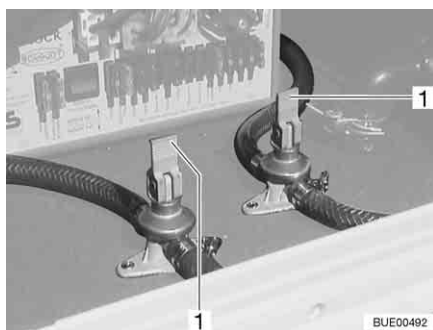

Fig. 179 Robinet de vidange
- Fermer les robinets de vidange. Placer le levier à bascule (Fig. 179,1) en position horizontale.